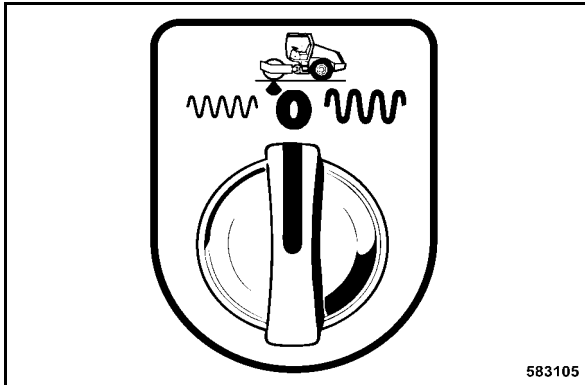

fig. 47
- Commuter l'interrupteur rotatif de la vibration, présélection de l'amplitude (fig. 47) sur position "0".